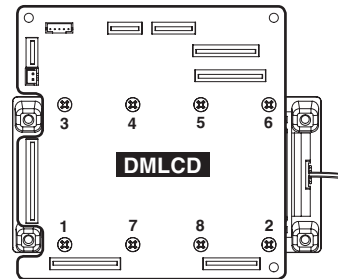

Fig.5 (図5)
- \* **When installing the DMLCD circuit board, tighten the screws 1 through 8 in numerical order as shown in Fig.5. If the DMLCD circuit board is replaced, execute the "Factory Set" in the test program.**
- ※ DMLCD シートを取り付けるときは、図5の番号1～8の順にネジを締めてください。また、DMLCD シートを交換した場合は、テストプログラムの“Factory Set”を実行してください。